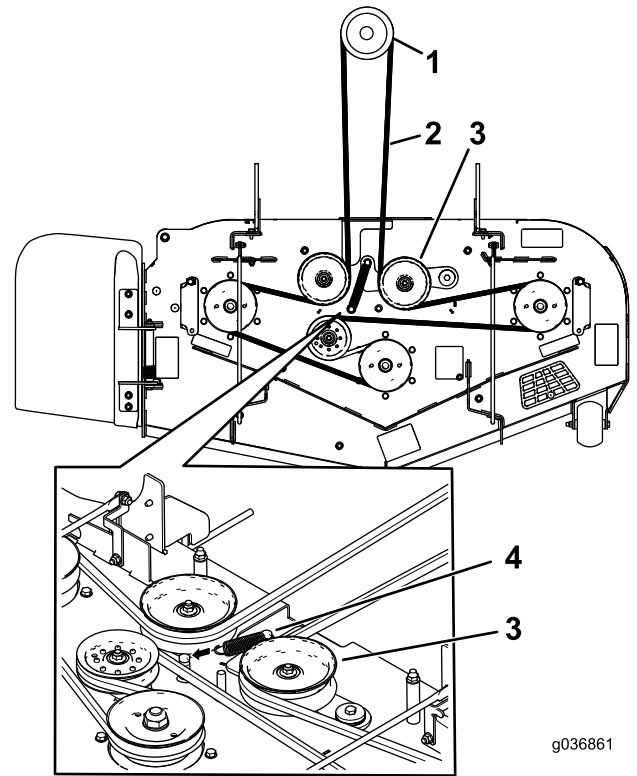
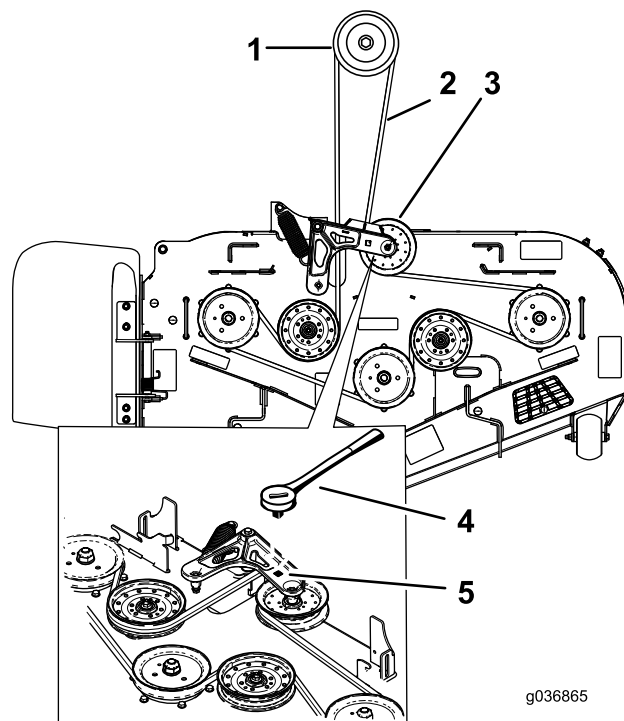

Figure 24
Figure 26
1. Sur la machine, décrochez le ressort de la poulie de tension rappelée par ressort ; voir la Figure 24 ou la Figure 26.
Remarque: Pour les plateaux de coupe série 2500, insérez un rochet dans le trou carré du bras de tension pour détendre le ressort de la poulie de tension (Figure 26).
- Chaussez la courroie de plateau de coupe sur la poulie de tension rappelée par ressort (Figure 24 ou Figure 26).